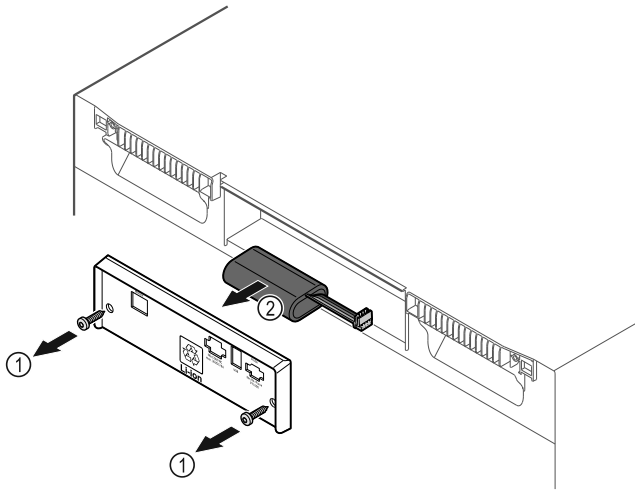

Fig. 204
- ▶ Открутите винты и снимите крышку с задней стороны устройства Fig. 204 (1).
- ▶ Отсоедините и извлеките аккумуляторную батарею Fig. 204 (2).